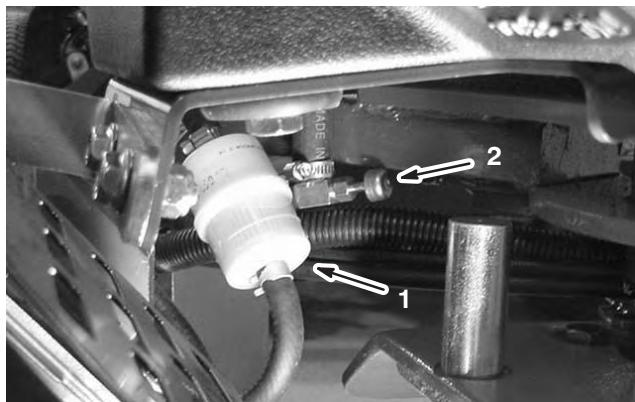

Bild 50
- Schließen Sie den Kraftstoffhahn (Bild 50).
- Drücken Sie die Enden der Schlauchklemmen zusammen und schieben Sie sie vom Filter weg (Bild 50).
- Setzen Sie einen neuen Filter ein und schieben Sie die Schlauchklemmen an den Filter heran (Bild 50).
- Öffnen Sie den Kraftstoffhahn (Bild 50).
- Lockern Sie die Schlauchklemme am Kraftstofffilter und schieben Sie sie an der Kraftstoffleitung weg vom Kraftstofffilter (Bild 50).
- Ziehen Sie die Kraftstoffleitung vom Kraftstofffilter (Bild 50). Öffnen Sie den Kraftstoffhahn und lassen Sie den Kraftstoff in einen Benzinkanister oder ein Auffanggefäß ablaufen.
- Bringen Sie die Kraftstoffleitung am -filter an. Schieben Sie die Schlauchklemme ganz an den Kraftstofffilter heran, um die Kraftstoffleitung zu befestigen (Bild 50).